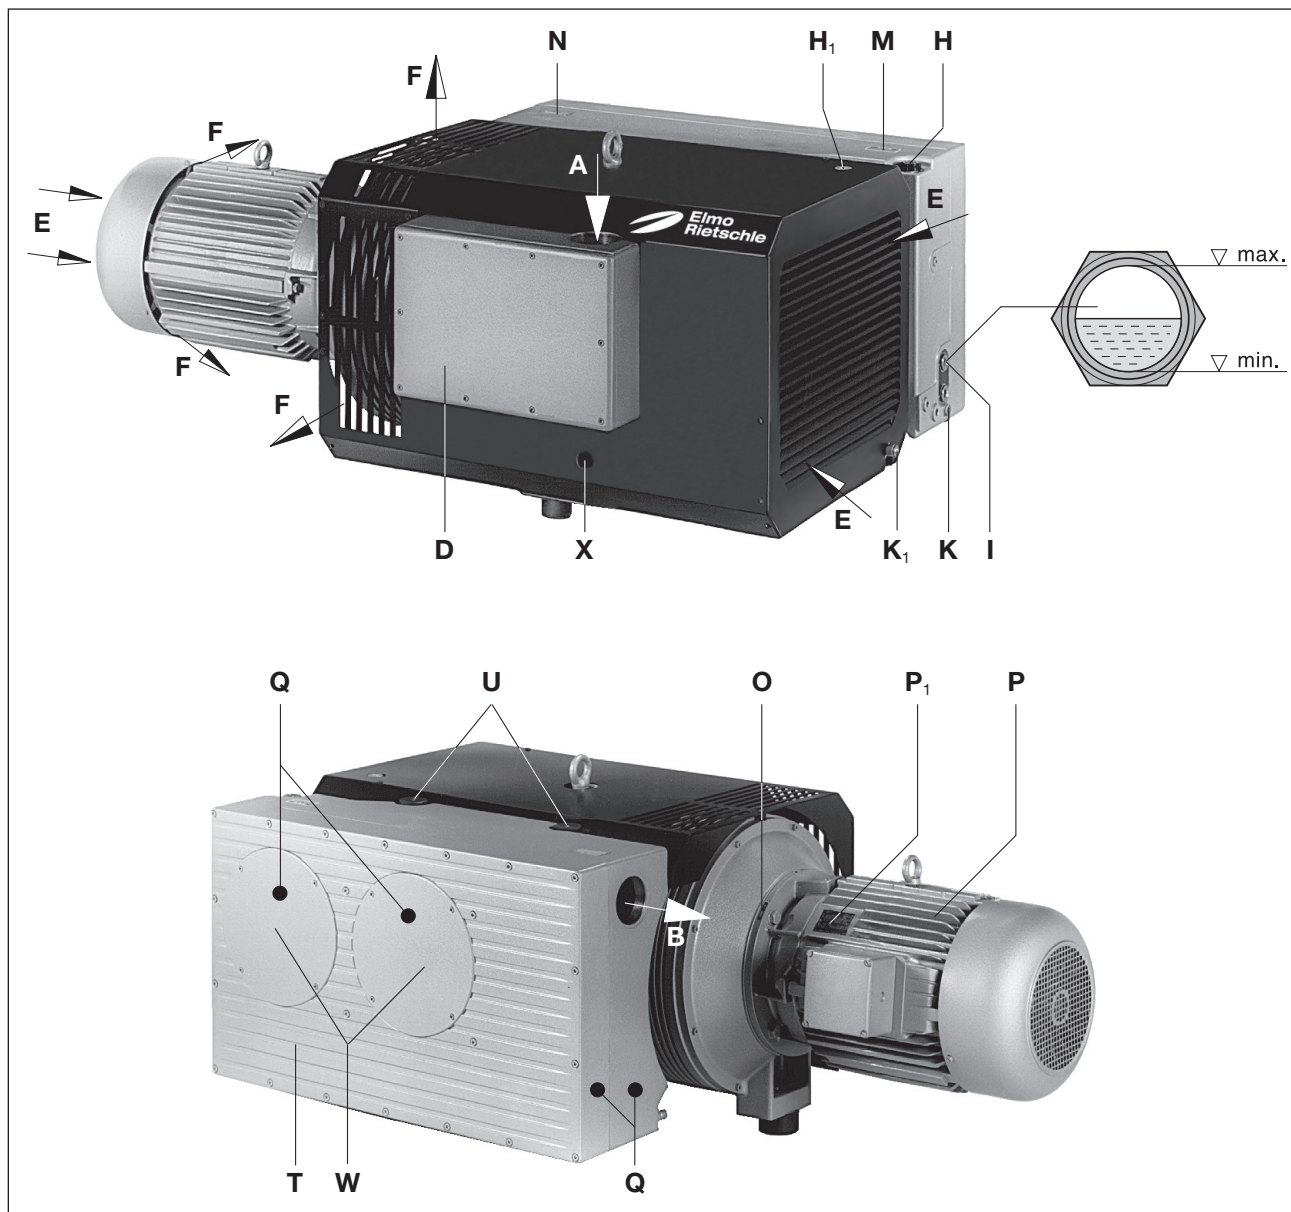

Fig. 2 Bomba de vacío V-VC 400 - V-VC 1300
Una válvula para gas estabilizador (fig. 2/U) de serie impide cualquier condensación de una pequeña cantidad de vapor de agua en el interior de la bomba caliente. Para la acumulación de vapor de agua se puede prever una dotación de la bomba con una capacidad de estabilización de gas superior en fábrica.
La carcasa del filtro (fig. 2/D), la boca de llenado de aceite (fig. 2/H, H₁), la mirilla de aceite (fig. 2/I), el drenaje de aceite (fig. 2/K, K₁), la válvula para gas estabilizador (fig. 2/U) y la carcasa del separador de aceite (fig. 2/T) deben estar fácilmente accesibles.
Las entradas de aire refrigerante (fig. 2/E) y las salidas de aire refrigerante (fig. 2/F) deben tener una distancia de al menos 30 cm de las paredes. El aire de refrigeración saliente no debe volver a aspirarse. Para los trabajos de mantenimiento prever al menos 50 cm de distancia alrededor de la máquina.
La apertura de aire de escape (fig. 2/B) no debe ser cerrada ni obstruida.
- a) La toma de vacío (fig. 2/A) se encuentra en la carcasa del filtro (fig. 2/D).
- b) El aire aspirado puede emitirse a la atmósfera a través de la salida de aire de escape (fig. 2/B) o evacuarse a través de una tubería o manguera.
- a) Rellenar el aceite lubricante (para tipos adecuados véase el capítulo “Mantenimiento”) en ambas bocas de llenado de aceite (fig. 2/H, 2/H₁) hasta el borde superior de la mirilla (fig. 2/I).
- a) Los datos eléctricos del motor figuran en la placa de características (fig. 2/N) o en la placa del motor (fig. 2/P₁). Los motores se corresponden con EN 60034 y son de índice de protección IP 55 y clase de aislamiento F. El esquema de conexión correspondiente se encuentra en la caja de bornes del motor (no aplicable en versiones con conector para clavijas). Comparar los datos del motor con los datos de la red eléctrica existente (tipo de corriente, tensión, frecuencia de la red, intensidad admisible).
!En estado caliente, las temperaturas de las superficies de las piezas (fig. 2/Q) pueden superar los 70 °C.
- ▷ El sentido de giro previsto para el árbol de accionamiento está señalado mediante la flecha (fig. 2/O) en la brida del motor.